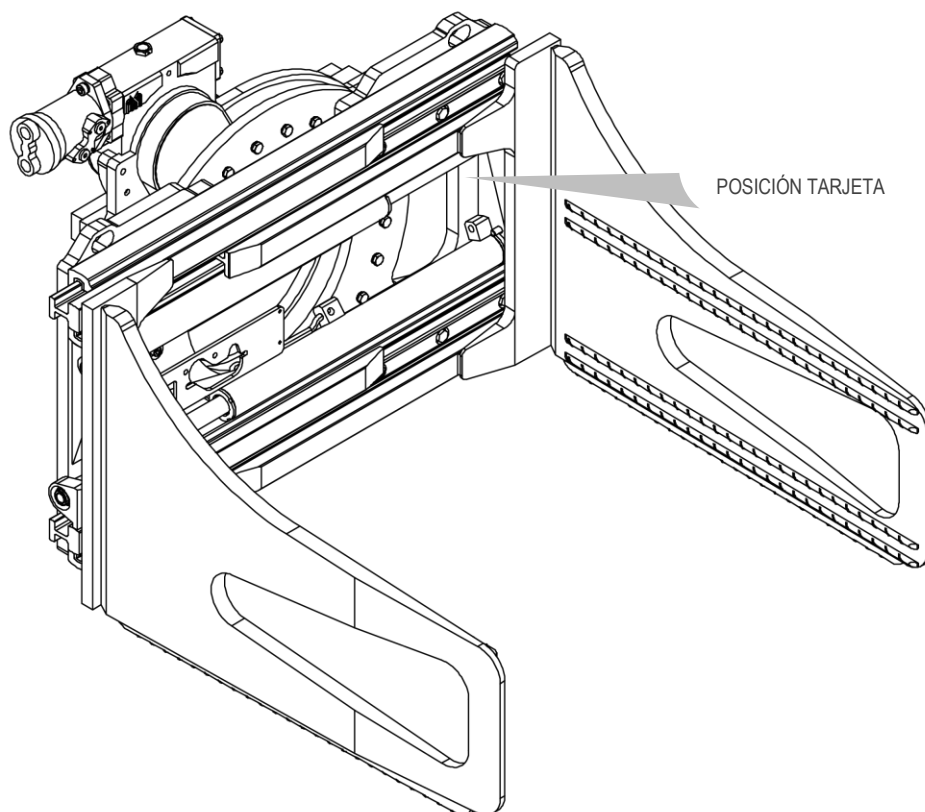

Figura 1
Todos los implementos A.T.I.B. - “PINZA ROTATORIA A 360° PARA BALAS CON BRAZOS SUTILES TIPO 301.474.131” son identificados de una tarjeta adhesiva (mira *Tabla 1*) puesta sobre el implemento (la posición de la tarjeta de identificación puede variar según el implemento, mira *Figura 1*). Siempre referirse a la matricula.
5. Para la manipulación, utilice correas o cadenas del tamaño adecuado para el peso del implemento indicado en la tarjeta (mira *Figura 1* y *Tabla 1* a pag.6).
11. Conecte el circuito hidráulico; asegurándose de que la presión de trabajo de las tuberías sea superior o igual a la indicada en la tarjeta identificadora (mira *Figura 1* y *Tabla 1* a pag.6).
6. Para la manipulación, utilice correas o cadenas del tamaño adecuado para el peso del implemento indicado en la tarjeta (mira *Figura 1* y *Tabla 1* a pag.6).